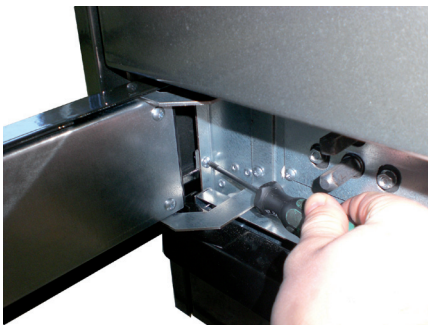

Bild 7
- ⇒ Aschentürblende öffnen und die Befestigungsschraube der Sockelblende lockern (Bild 7), gewünschten Sockelrücksp rung (5 - 6,5 cm) einstellen und Schrauben wieder festschrauben.